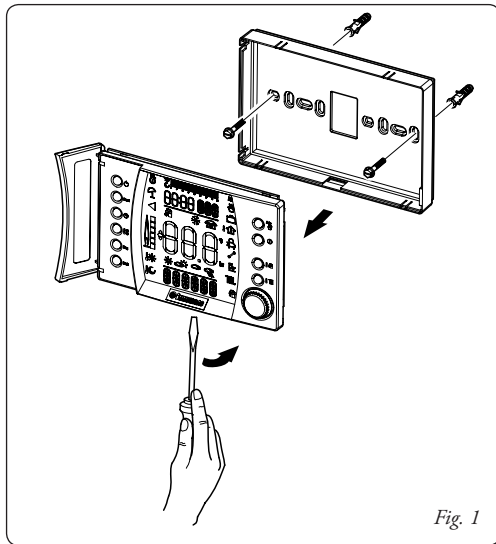
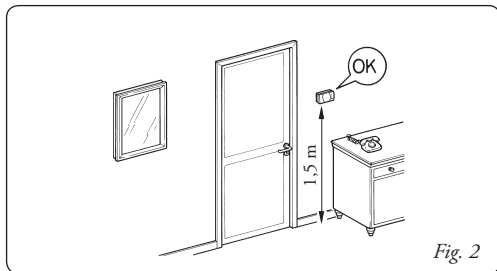

Fig. 1
Fig. 2
1) Separare la dima di fissaggio dal corpo Comando Remoto Digitale facendo leva con un cacciavite nell'apposito incasso (Fig. 1). Installare il Super CAR lontano da fonti di calore e in posizioni idonee a rilevare correttamente la temperatura ambiente (Fig. 2 e 3).
- 2) Installare il Super CAR tramite gli appositi fori praticati nella parte posteriore dello stesso direttamente alla parete (Fig. 1) oppure su una scatola da incasso utilizzando le apposite viti fornite in dotazione.
- 4) Fissare il corpo del Super CAR alla dima di supporto innestandola a pressione (Fig. 1).